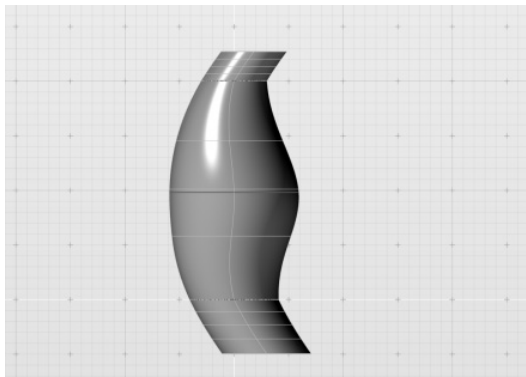

图 4-60 调整扫掠曲面等参线
3) 在控制面板中将“扫掠类型”参数设置为“平行”，可见曲面上所有等参线趋于平行，如图 4-60 所示。